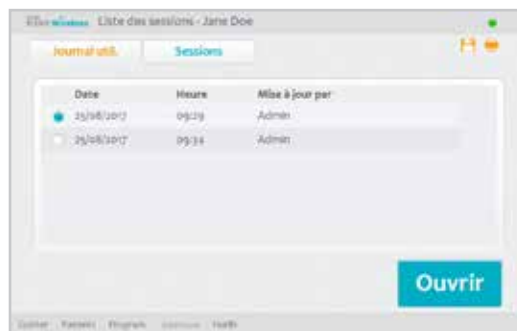

Figure 8-34 : Fenêtre Liste des sessions
2. Appuyez sur l'onglet Sessions. La fenêtre de liste des sessions s'ouvre, indiquant la date, la durée et l'utilisateur système pour chaque session enregistrée. Reportez-vous à la Figure 8-34.